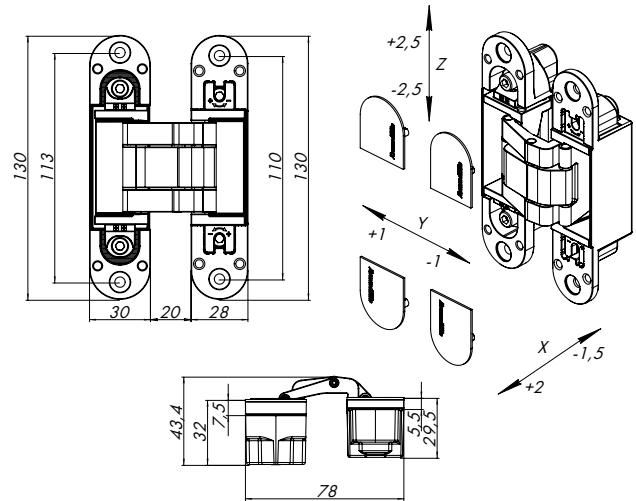

Рис. 1 — Габаритные размеры петель
- Габаритные размеры в открытом положении петли (рис. 1):
- Вертикальная регулировка (Z): ±2,5 мм.
- Горизонтальная регулировка (X): -1,5+2 мм.
- Регулировка по глубине (Y): ±1 мм.